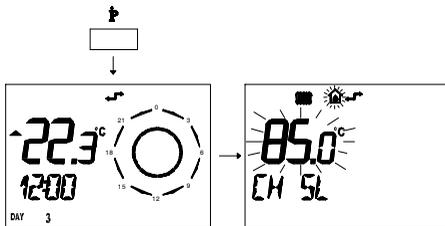

fig. 5.32
- 2 Premere per più di 3 secondi il pulsante  per entrare in modalità **INFO**. (fig. 5.32)